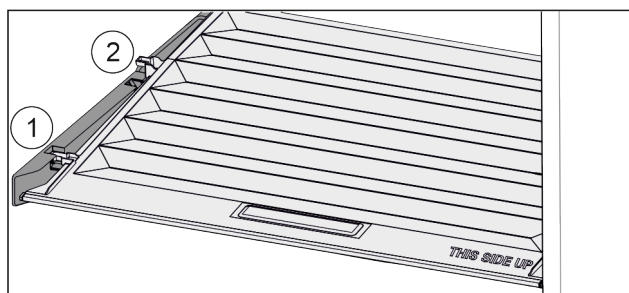

Fig. 34
- ▶ Tirare in avanti il coperchio fino all'apertura nei fermi Fig. 34 (1).
- ▶ Sollevare posteriormente dal basso e togliere verso l'alto Fig. 34 (2).